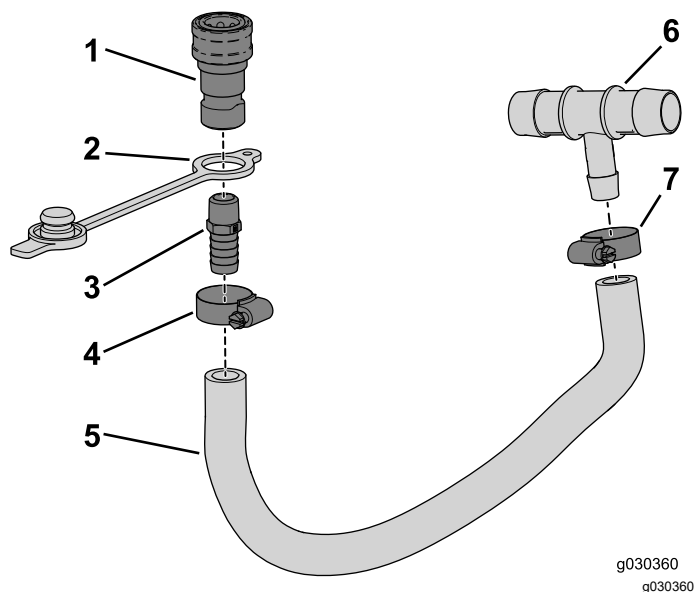

Figure 9
- Placez le bouchon protecteur sur l'extrémité fileté du raccord droit (Figure 9).
- Vissez le raccord droit (3/8 NPT x 0,625 cannelé) dans le raccord femelle (Figure 9).
- Insérez l'extrémité cannelée de l'ensemble dans le flexible et fixez-le avec le collier (½ à 1¼ po), comme montré à la Figure 9.
- Insérez l'extrémité cannelée du raccord en T dans le flexible et fixez-le avec le collier (½ à 1¼ po), comme montré à la Figure 9.
1. Retirez les obturateurs qui ferment les trous dans le tube de support (Figure 9).